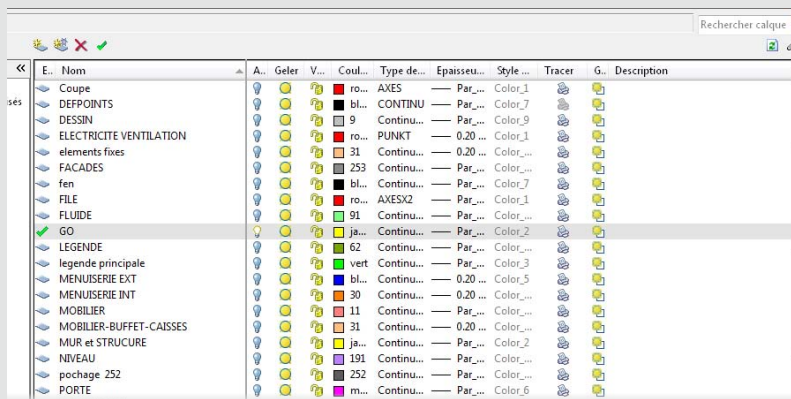

Figure 9
3. Observons maintenant le gestionnaire de calques (voir Figure 9). (Il suffit pour l'ouvrir de l'activer dans la barre d'outils Calques.) On peut constater que les calques sont classés et créés selon une thématique constructive : tel calque pour le gros œuvre, tel autre pour les cloisons, tel autre pour le mobilier ou la menuiserie, etc. D'autre part, on voit que chaque calque est clairement associé à une couleur. Nous aurons l'occasion de reparler de cela au Chapitre 6, « Présenter un dessin ».